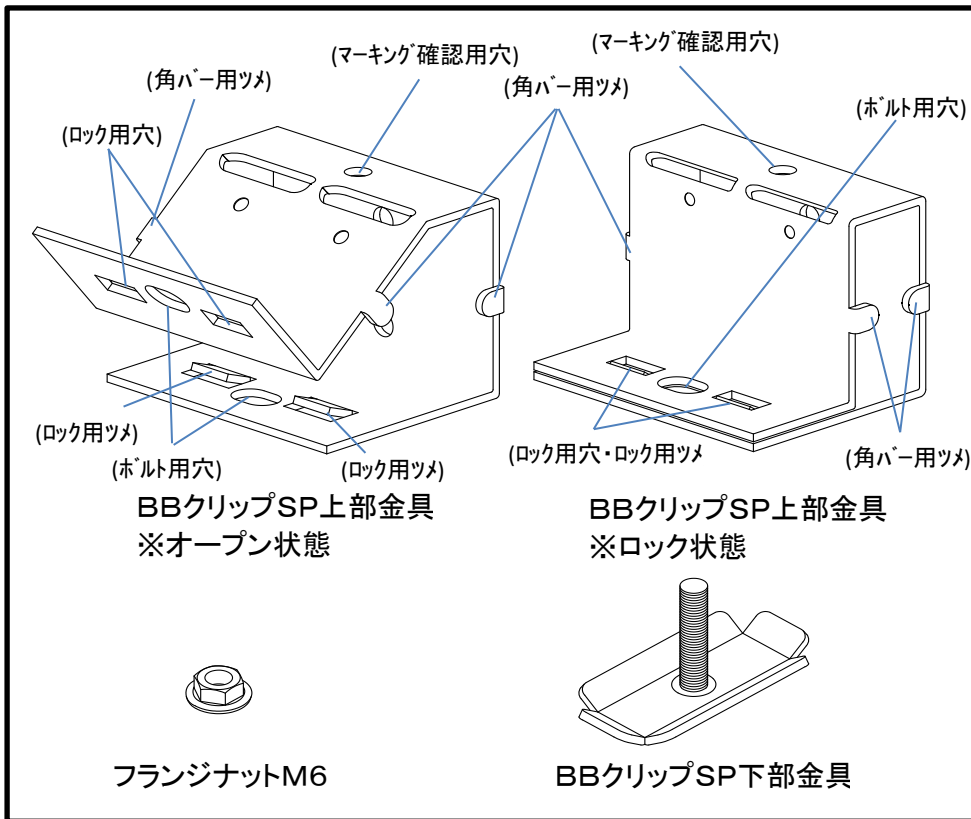
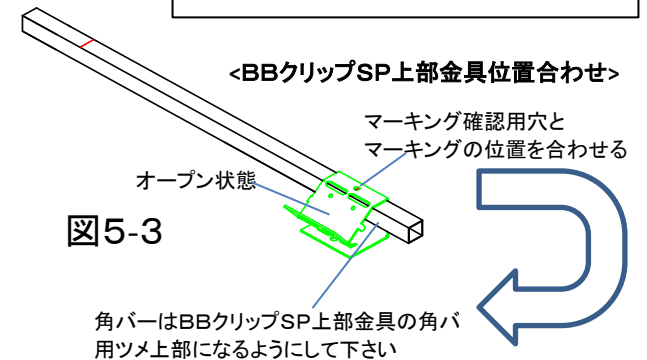
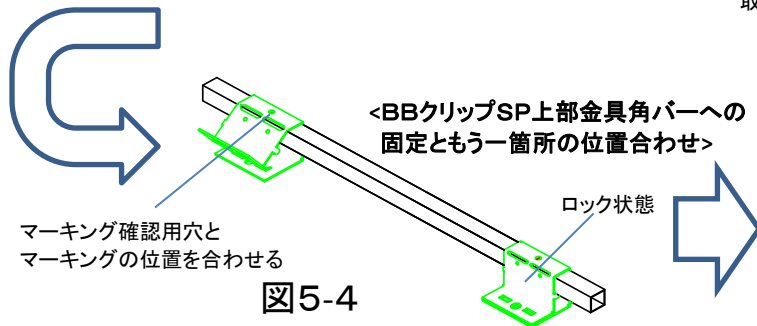

図1
図5-3
図5-4
- ・BBクリップSP上部金具は初めオープン状態になっています。角バーを固定時に開いた部分を閉じることでロック状態になります(図1)。
- ・開いた状態のBBクリップSP上部金具の上部丸穴の位置とマークの位置を合わせた後(図5-3)、開いた部分を手で押し込み、BBクリップSP上部金具をロック状態にして下さい(図5-4)。
- ・もう一方のマーキング箇所も同じようにBBクリップSP上部金具を取付けして下さい(図5-4・5-5)。
※4・図5-4・5-5でBBクリップSP上部金具をロック状態にした時に音と目視できちんと両側ロック状態になっているかを必ず確認して下さい(図1・※1参照)。